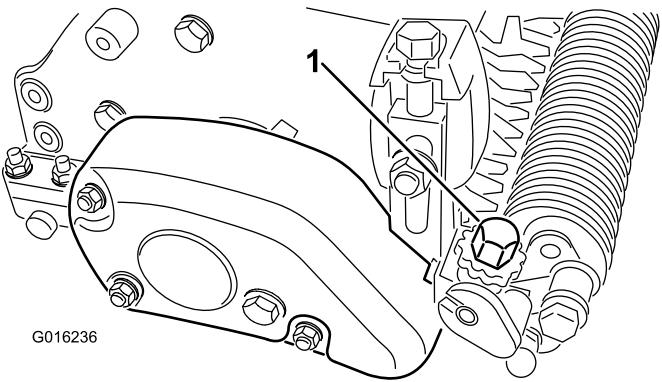

Figura 22
- 4. Numa extremidade do eixo do rastelo, meça a distância que vai da ponta da lâmina mais baixa do dispositivo até à superfície de funcionamento. Rode o manípulo de ajuste da altura do rastelo (Figura 22), para levantar ou baixar a ponta até à altura desejada do rastelo. Cada pino do manípulo de ajuste corresponde aproximadamente a 0,08 mm de profundidade do rastelo.